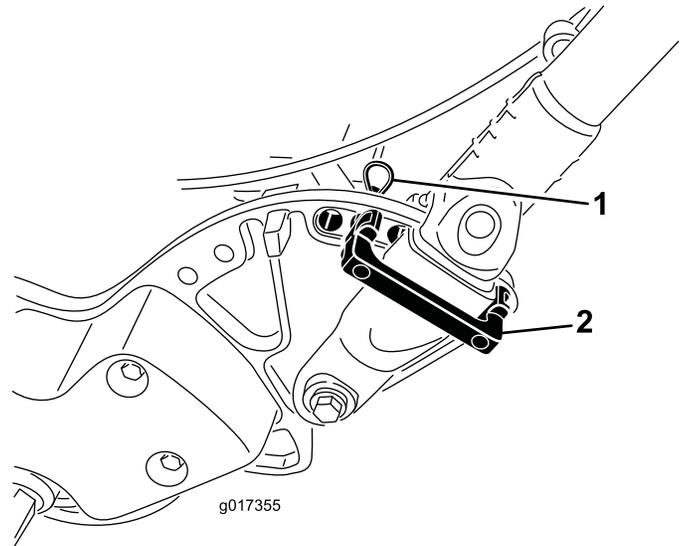

图 25
1. 从机器两侧的手柄卡环上卸下发卡销 (图 25)。
2. 当撑住手柄时取下两侧的发卡销然后将手柄旋转到所需的操作位置 (图 25)。